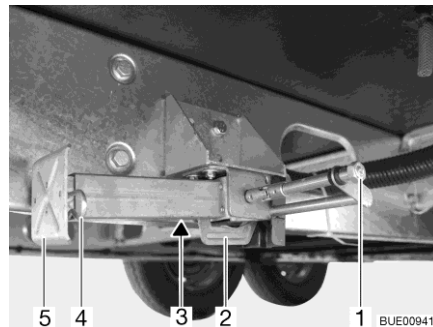

Bild 40 Stödben
- Placera hylsnyckeln på sexkanten (Bild 40,1) och vrid runt den tills stödbenet står rakt neråt.
- När längden på stödbenet kan justeras, dras sprinten (Bild 40,4) ut ur stödbenets förlängning (Bild 40,5).
- Placera hylsnyckeln på sexkanten (Bild 40,1) och vrid runt den tills stödbenet inte längre sitter mot marken.
- Skjut in stödbensförlängningen (Bild 40,5) helt och sätt in sprinten (Bild 40,4) i borrhålet på stödbensförlängningen.
- Vrid sexkanten (Bild 40,1) tills stödbenet svängs uppåt och spåret (Bild 40,2) är helt vid slutet av skåran (Bild 40,3).